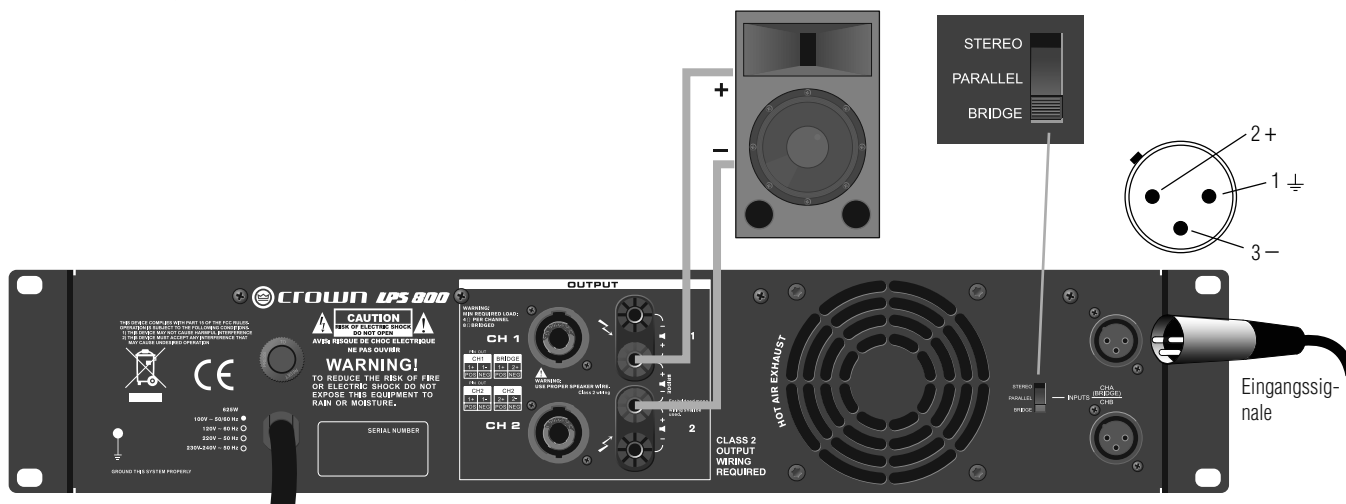

Abbildung 6: Bridge-Mono-Verkabelung über die Schraubklemmen-Anschlüsse
1. Siehe Abbildung 6. Stellen Sie den Betriebsmodusumschalter an der Rückplatte auf BRIDGE.